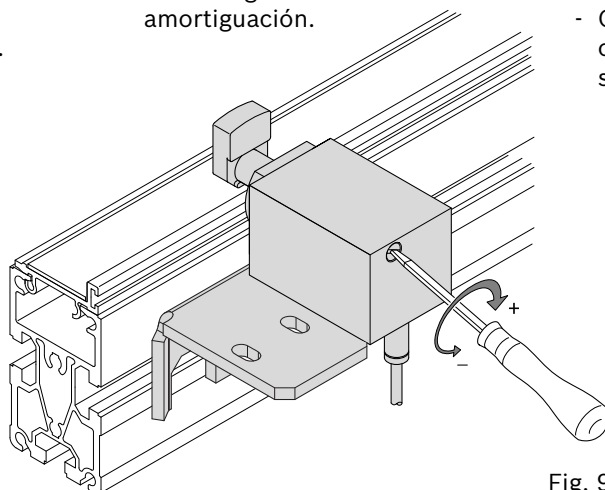

Fig. 9
■ Die Dämpfung ist an Schraube "Y" mit einem Schlitzschraubendreher einstellbar (Fig. 9)
■ Damping action can be adjusted via screw "Y" with Philips screwdriver (Fig. 9)
■ L'amortisseur se règle avec la vis « Y » à l'aide d'une clé mâle coudée (Fig. 9).
■ L'intensità dell'ammortizzazione è regolabile sulla vite "Y" con cacciavite per viti ad intaglio (Fig. 9).
■ Ajustar la amortiguación al tornillo "Y" con un atornillador ranurado (Fig. 9).
■ O amortecedor pode ser ajustado com o parafuso "Y" com uma chave de fenda Philips (Fig. 9)